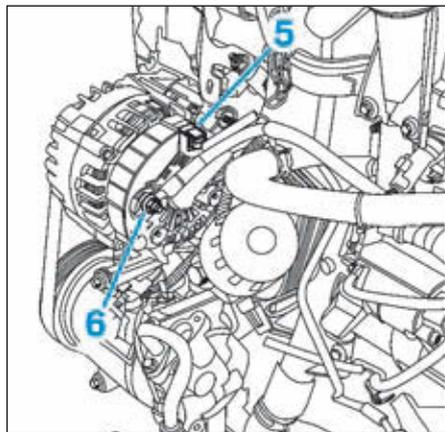

FIG.7
- Débrancher le connecteur (5) d'excitation de l'alternateur (Fig.7).